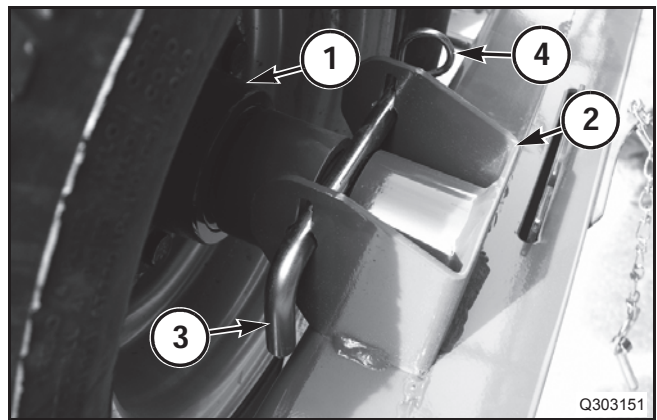

FIG. 67
FIG. 67: Instale los conjuntos de las ruedas (1) en el conjunto del eje del lado derecho (2), como se muestra . Fije los conjuntos de las ruedas utilizando los pernos (3) y las clavijas (4) utilizadas para fijar los conjuntos de las ruedas en el conjunto del eje.